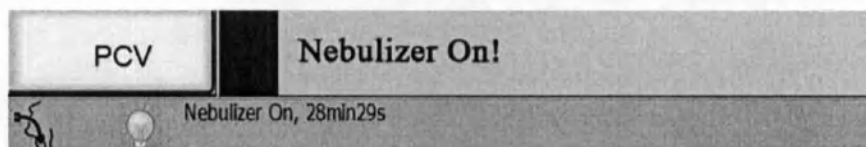

Рисунок 6-68.
6.7.3 режиме взрослого пациента функция небулайзера доступна во всех режимах инвазивной вентиляции. В режиме пациента детского возраста небулайзер может использоваться только в режиме с управляемым давлением. Нажмите кнопку «Небулайзер», фон кнопки изменится на желтый. Появится сигнал тревоги низкого уровня «Небулайзер вкл.» и сообщение «Небулайзер вкл. MM мин CC с» с таймером обратного отсчета в области сообщений, как показано на рис. 6-68.